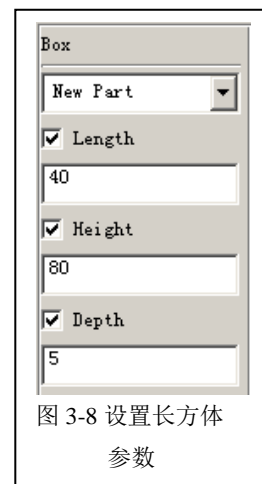
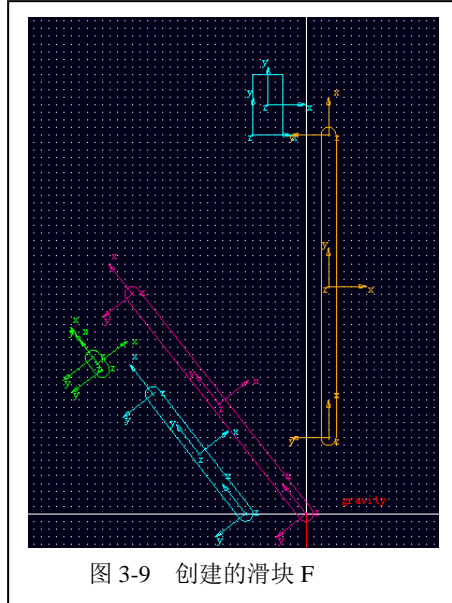

图 3-8 设置长方体参数
图 3-9 创建的滑块 F
3.5 在 **ADAMS/View** 零件库中选择长方体 (**Box**) 图标，参数选择如图 3-8 所示，参数可以任意选择，只要合理就可以。在 **ADAMS/View** 工作窗口中，用鼠标左键在副曲柄上侧的区域任意选择一点（本题中选择点 (-70,500,0) mm），并点击鼠标左键确认。滑块 F (**PART\_6**) 如图 3-9 所示。